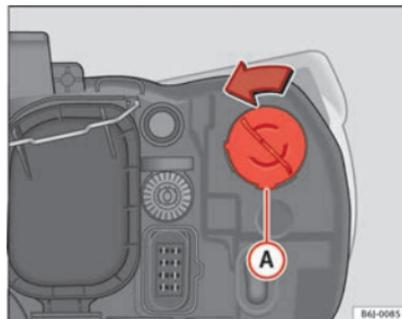

Fig. 163 Luz intermitente
- Gire el portalámparas ⇒ fig. 163 **A** a la izquierda y tirar.